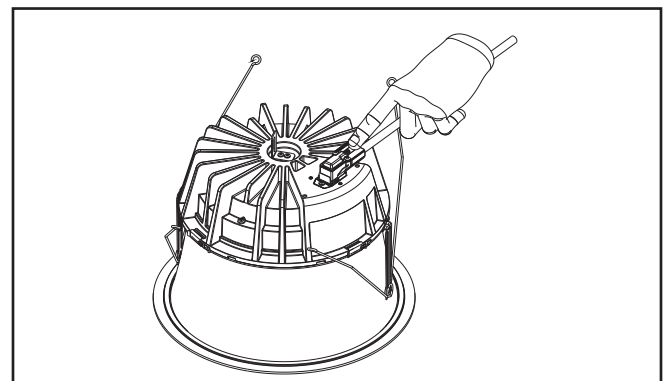

Figure 7.
1. Alignez correctement le connecteur comme indiqué en (Figure 7). Branchez la prise de débranchement rapide du luminaire sur le module.